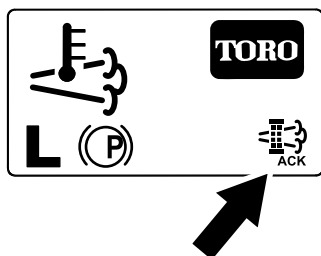

Figura 95
8. InfoCenter afiează ecranul de pornire i pictograma de confirmare a regenerării (Figura 95) apare în colul din dreapta jos al ecranului pe măsură ce procesele de regenerare sunt în curs de desfășurare.